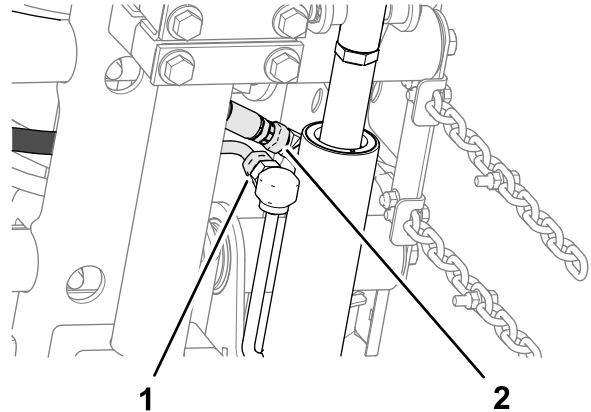

Bild 14
- Legen Sie ein Distanzstück zwischen der Trägerplatte und der Montageplatte ein (Bild 14) und befestigen Sie die Platten und das Distanzstück lose mit einer Schlossschraube ($\frac{3}{8}$ \" x $1\frac{1}{4}$ \") und einer Sicherungsbundmutter ($\frac{3}{8}$ \").